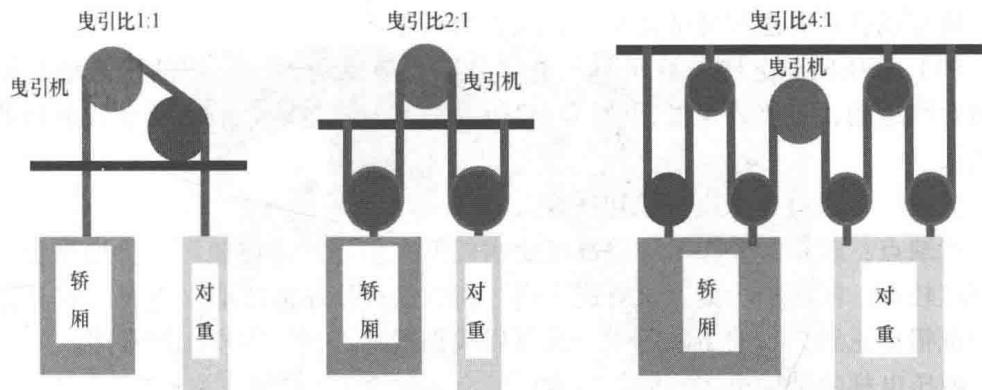
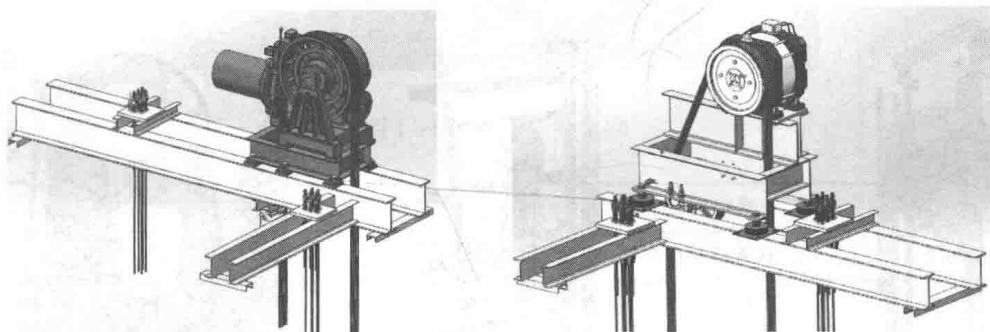

图 1-2 钢丝绳绕绳比原理图
图 1-3 曳引式驱动原理图
(1) 曳引式驱动电梯 曳引式驱动是采用曳引轮作为驱动部件。钢丝绳悬挂在曳引轮上，一端吊轿厢，另一端悬吊对重装置，由钢丝绳和曳引轮之间的摩擦产生曳引力驱动轿厢作上下运动，它是目前最常用的电梯驱动方式。而钢丝绳绕法有多种方式，钢丝绳的绕绳比一般叫曳引比，实际上就是一滑轮组原理，电梯的额定载重和速度就是由此决定的。一般情况下，曳引驱动根据电梯的曳引比来分，最常用的有如下几种：①曳引比 1:1 结构；②曳引比 2:1 结构；③曳引比 4:1 结构。其原理如图 1-2，图 1-3 所示，后面会做重点详细介绍。随着现代新技术、新材料的发展，目前出现采用钢带、碳纤维材料来替代钢丝绳。